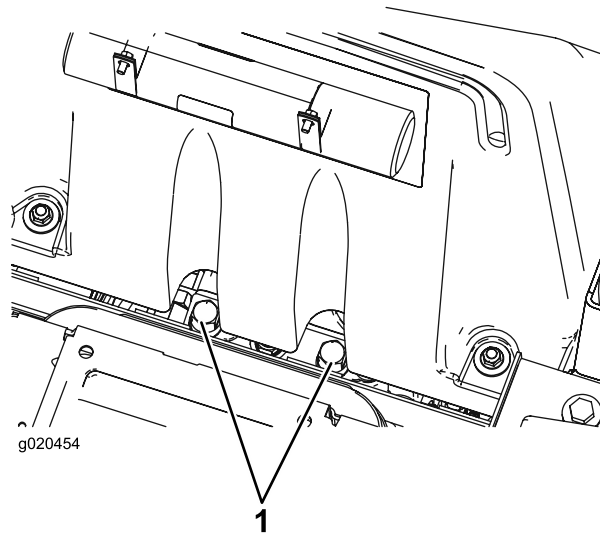

Bild 56
1. Klappen Sie den Sitz hoch. Die Sicherheitsventile befinden sich unter der Vorderseite des Kraftstofftanks (Bild 56).